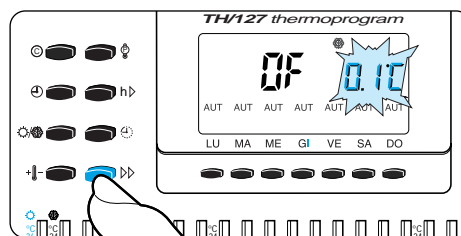

Fig. 36
12.2 - Premere il pulsante \gg (fig. 36) sino a raggiungere il valore di offset desiderato.